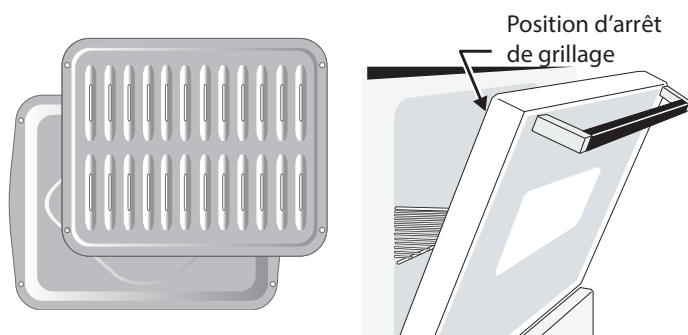

Figure 23 : Lèchefrite et grille de lèchefrite (G) ; porte ouverte à la position d'arrêt (D)
3. Appuyer sur  pour griller à **haute intensité (HI)** ou sur  pour **faible intensité (LO)**. La majorité des aliments peuvent être grillés avec la fonction < Broil > (griller) réglée sur < HI > (haute intensité). Sélectionner le paramètre < LO > (faible intensité) pour éviter un excès de brunissement ou le séchage des aliments qui doivent être bien cuits.
6. Déposer la lèchefrite avec grille sur la grille du four. Laisser la porte du four ouverte à la position d'arrêt durant la cuisson au grilloir (Figure 23).